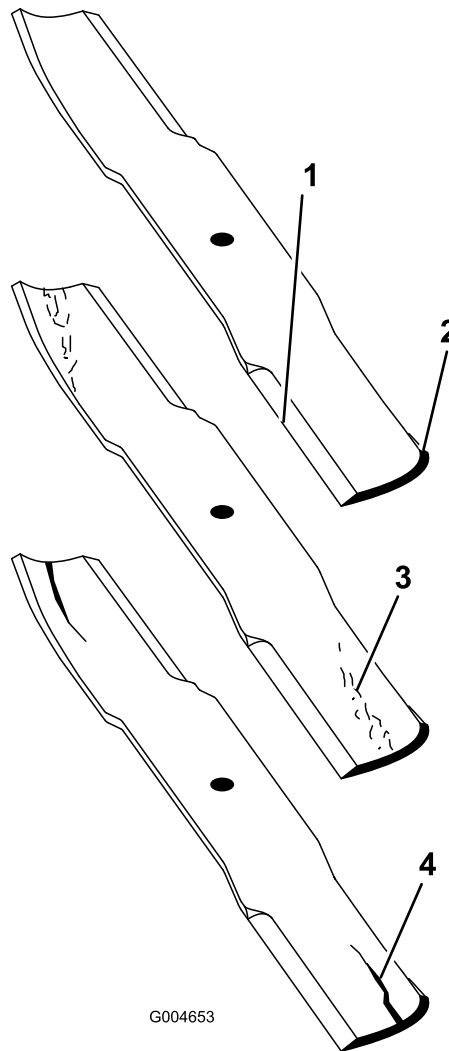

Figure 131
2. Examinez attentivement les tranchants de la lame, particulièrement au point de rencontre de la partie plane et de l'ailette (Figure 131).
Remarque: Le sable et les matières abrasives peuvent éroder le métal à cet endroit, c'est pourquoi il est important de contrôler l'état de la lame avant d'utiliser la tondeuse. Remplacez la lame si elle semble usée (Figure 131).